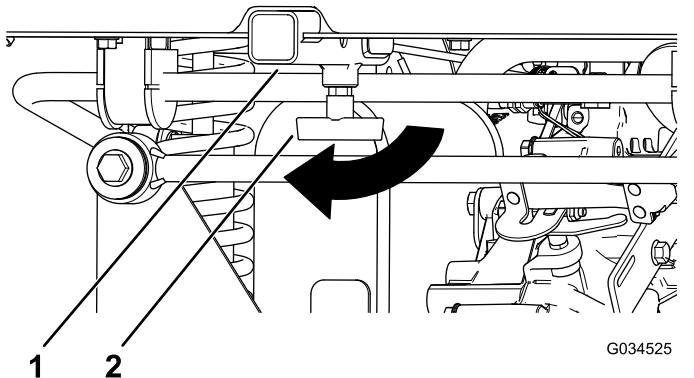

図 17
- T字ハンドルを右に回してゆるめる図 17)。
2. レシーバのにアクセサリを挿入し、奥までしっかりと差し込む図 17。